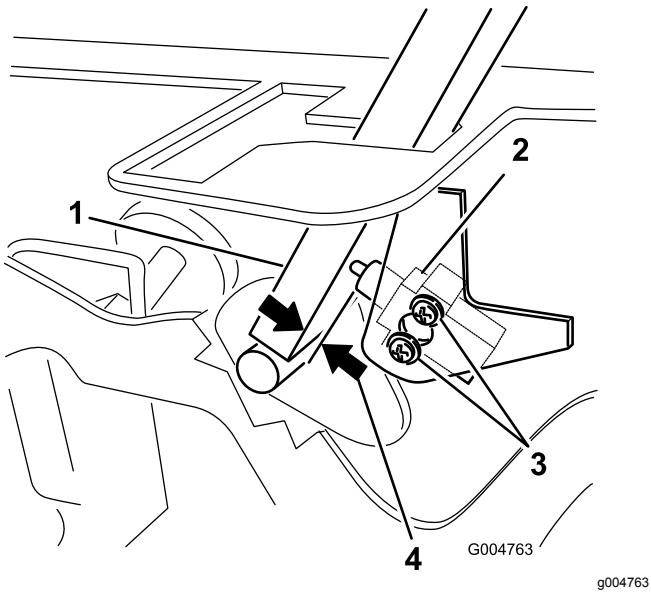

Figure 76
3. Desserrez les 2 vis de fixation du contacteur de sécurité (Figure 76).
4. Maintenez le levier de commande contre le cadre et rapprochez le contacteur du levier jusqu'à ce qu'ils soient espacés de 0,4 à 1 mm (0,015 à 0,045 po), comme montré à la Figure 76.